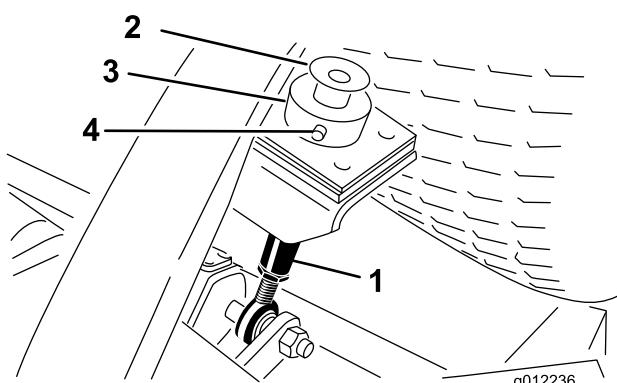

図 20
- 各刈高ロッドの上部についているボルトとワッシャを外す図 20。
- カッティングユニット後部で、刈高ロッドに刈高カラーを固定しているヘアピンとクレビスピニを外す(図 20)。刈高カラーを外す。